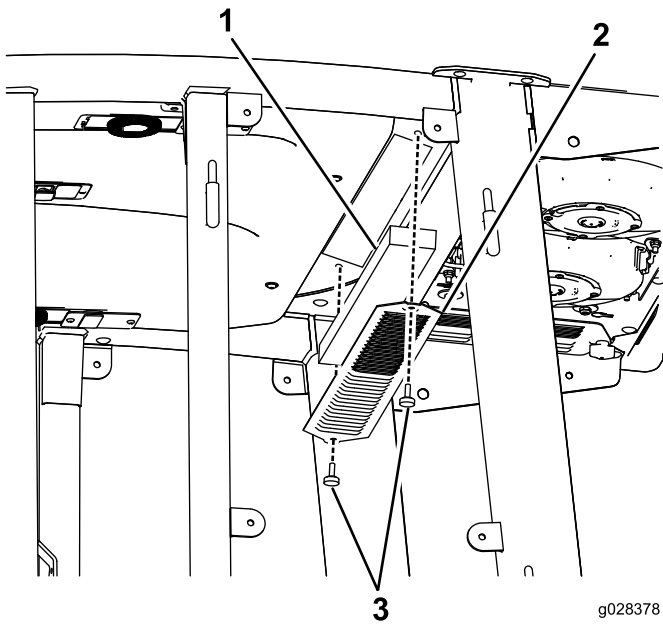

Figura 69
1. Retire los tornillos y las rejillas que cubren el filtro interior de la cabina y el filtro que está detrás de la cabina (Figura 69).